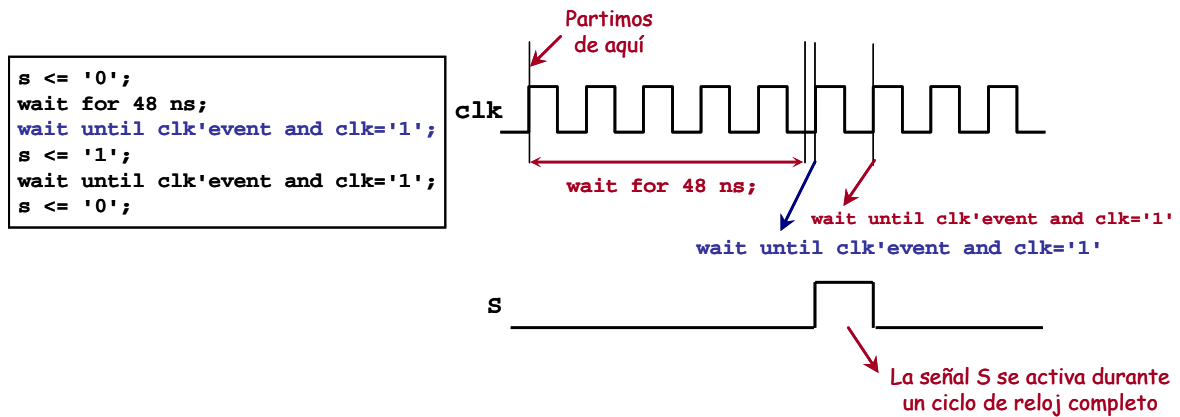

Figura 7.21: Solución a la espera por tiempos seguida de espera por eventos (figura 7.20)
Para evitar este tipo de situaciones, cuando queramos activar una señal durante un ciclo de ciclos de reloj, será conveniente hacer una espera por eventos de una señal sincronizada con el reloj (no tiene que ser el reloj, puede ser la señal `transmitiendo` como hemos hecho anteriormente). La figura 7.21 explica de manera gráfica la solución.
- Esperamos al siguiente flanco de subida del reloj para sincronizar (figura 7.21).